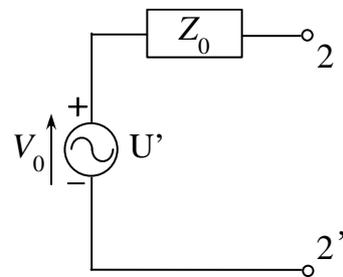

図6
- (1) 端子 1-1'から端子 2-2'までの電圧伝送比 $G_{12} = \frac{V_2}{V_1}$ を求めよ。
- (2) 電圧源 U を短絡して端子 2-2'を開放したときの出力端開放インピーダンス $Z_0 = \frac{V_2}{-I_2}$ を求めよ。
- (3) 電圧源 U から端子 2-2'までの電圧伝送比 $G_{s2} = \frac{V_2}{V_s}$ を求めよ。
- (4) 端子 2-2'を開放した場合の等価回路として、電圧 V_0 の電圧源 U' とインピーダンス Z_0 で構成された図6の回路を考える。このとき V_0 を求めよ。